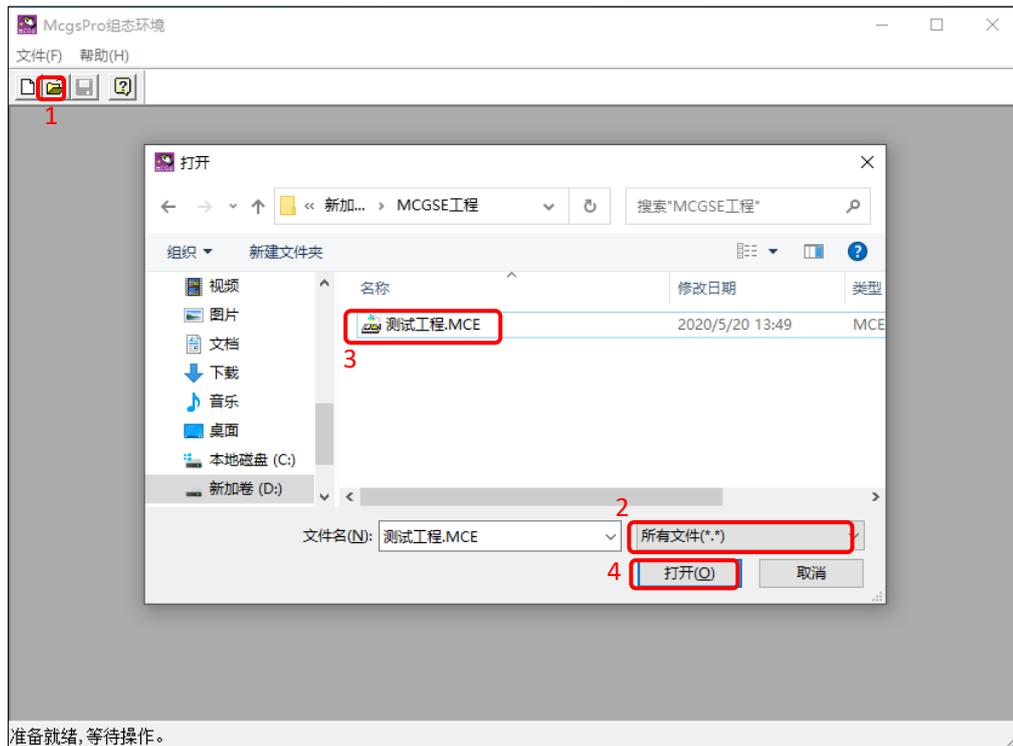

图 2.7-2 McgsPro 打开 MCGSE 工程
- ① 如图 2.7-2 所示，首先运行 McgsPro，点击菜单栏图标 ；
- ② 打开的文件类型选择【所有文件】；
- ③ 选择需要打开的 MCGSE 嵌入版工程（后缀：MCE）；
- ④ 单击按钮【打开】，按照提示打开 MCE 工程。